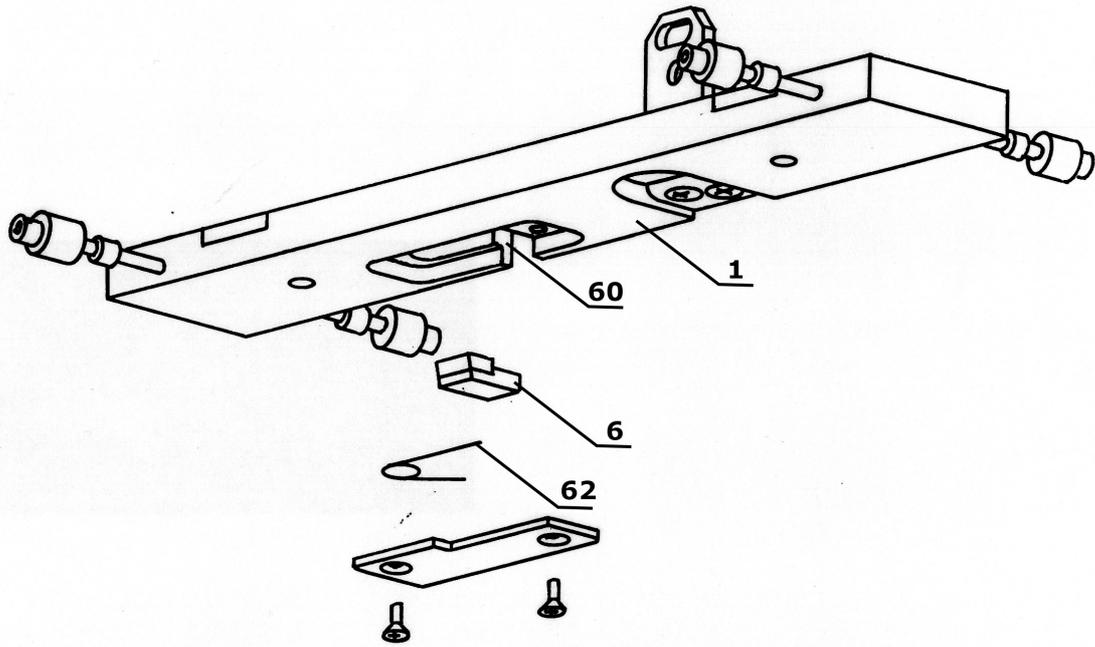

Рис. 4
- периодически чистить точильную пластинку (6) и пространство (60) в ее близости в подошве – рис. 4.